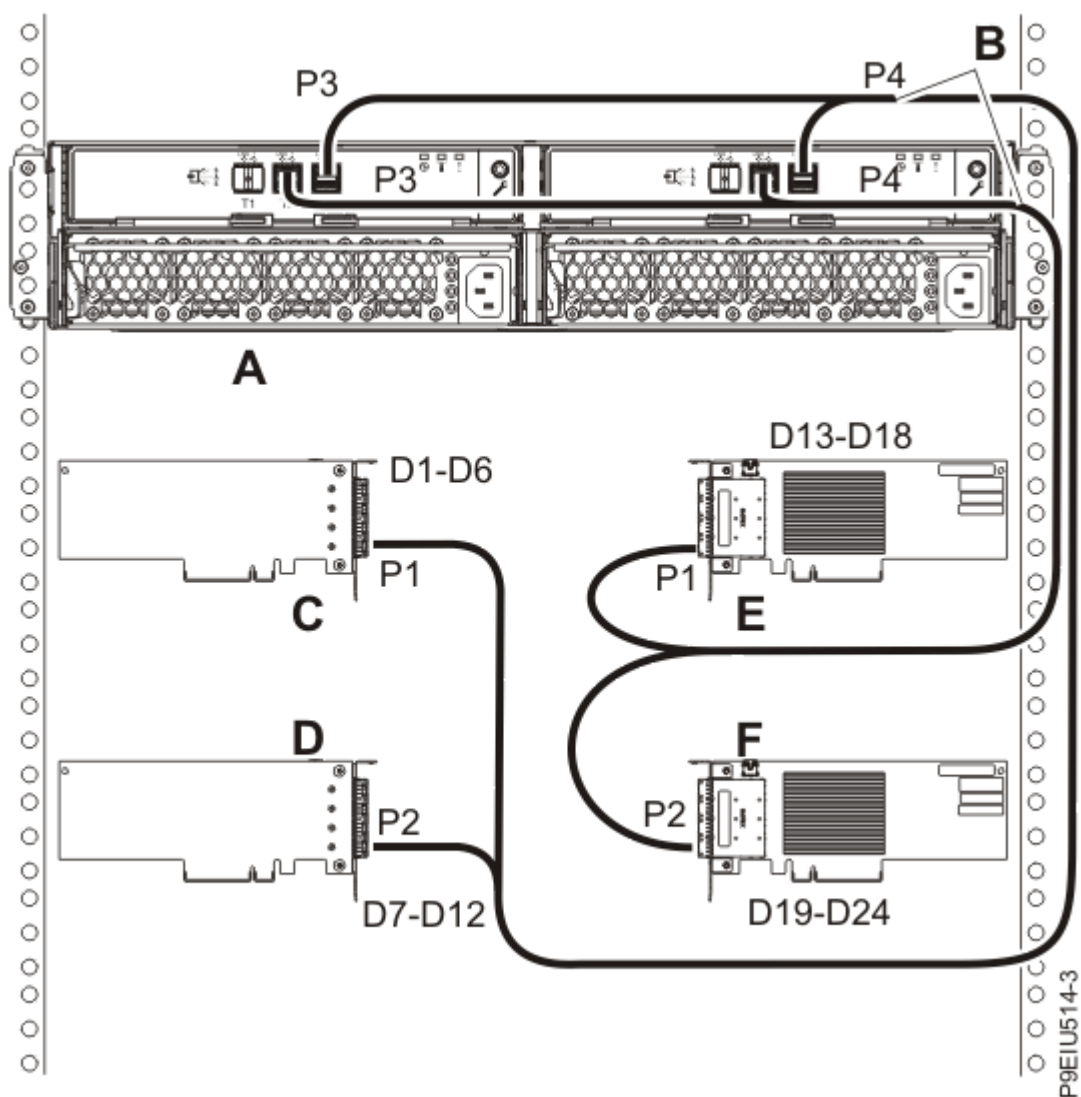

図 23. X12 ケーブルを使用した、4 つの独立した FC EJ0J または FC EJ0M の SAS アダプターへの 1 台の ESLL ストレージ・エンクロージャーまたは ESLS ストレージ・エンクロージャーのモード 4 接続
23. 4 つの独立した FC EJ0J または FC EJ0M の SAS アダプターへの X12 ケーブル (B) を使用した、1 台のエンクロージャー (A) のモード 4 接続を実行します (29 ページの図 23 を参照)。次に、30 ページの『ケーブルと電源コードの接続およびカバーの取り付け』に進みます。